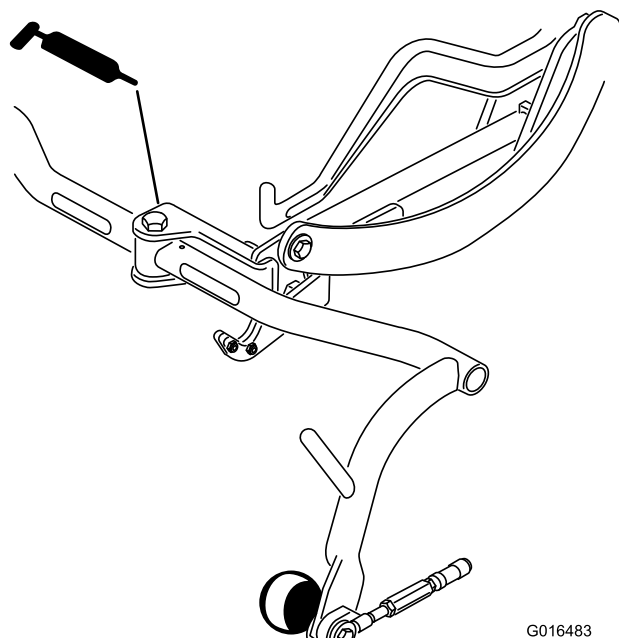

Figure 37
- Pivot de bâti porteur (3) Figure 37